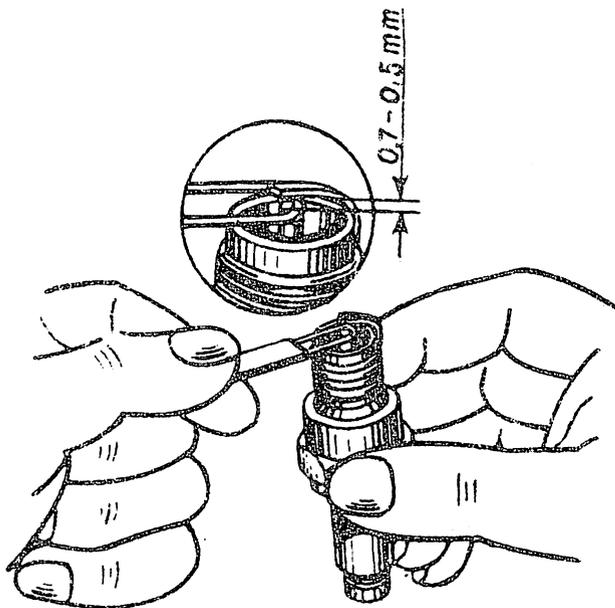

Abb. 20. Überprüfung des Spiels zwischen den Elektroden der Kerzen
1. Mit Hilfe einer Drahtlehre (Abb. 20) den Elektrodenabstand in den Kerzen überprüfen. Das Spiel muß 0,7—0,85 *mm* betragen.